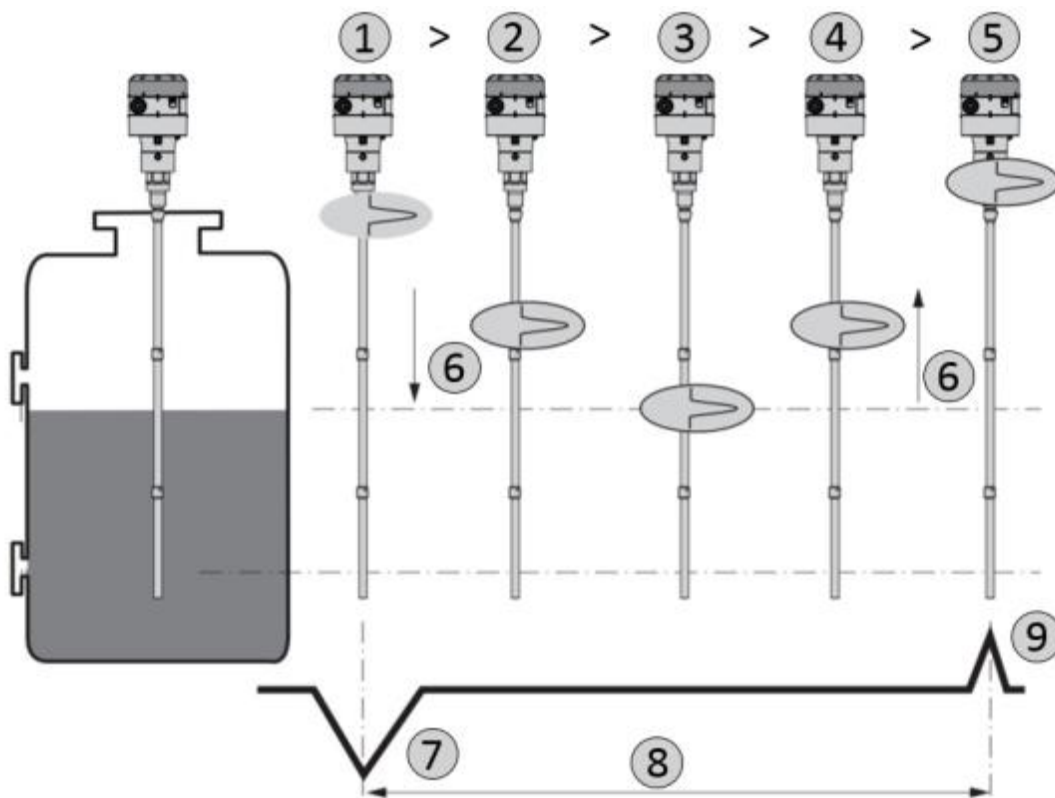

Рис. 3 Принцип действия уровнемера AKS 4100
1. Электромагнитные импульсы (ЕМ) передаются приемо-передающим блоком (см. рис. 3, поз.1).
2. Импульс движется вниз вдоль измерительной части (тросу) со скоростью света в воздухе ( $V_1$ ) (см. рис. 3, поз.2).
3. Импульс отражается от поверхности жидкости (см. рис. 3, поз. 3.).
4. Импульс движется вверх вдоль измерительной части со скоростью света в воздухе ( $V_1$ ) (см. рис. 3, поз. 4).
5. Приемо-передающий блок получает импульс и записывает сигнал (см. рис. 3, поз. 5).
6. Электромагнитный импульс (ЕМ) движется со скоростью  $V_1$  (см. рис. 3, поз. 6).
7. Переданный электромагнитный импульс (ЕМ) (см. рис. 3, поз. 7).
8. Половина этого времени эквивалентно расстоянию от точки отсчёта уровнемера (поверхность фланца) до уровня раздела сред (см. рис. 3, поз. 8).
9. Полученный электромагнитный импульс (см. рис. 3, поз. 9).